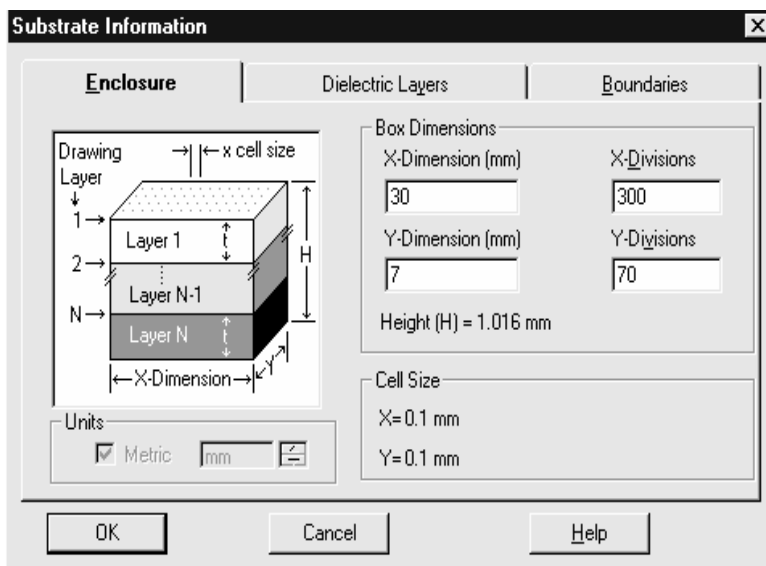

Рис. 4.33
7. Нажмите в диалоговом окне **Edit Enclosure** (Редактировать корпус). Откроется диалоговое окно **Substrate Information** и нажмите на панель **Enclosure** в верхней части этого окна (см. рис. 4.33).